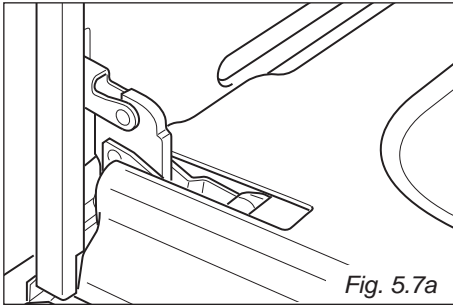

Fig. 5.7a
- Aprire completamente la porta del forno (fig. 5.7a).